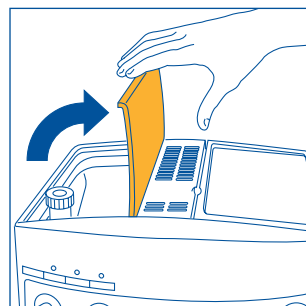

Fig. 2
- Aprire il coperchio del contenitore caffè in chicchi (fig. 2).